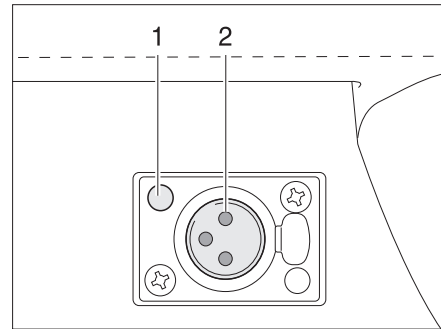

Fig. 108 Prise de courant enfichée
- Insérer la fiche située au pied de la lampe pour prise dans la prise de courant (Fig. 108,1) jusqu'à ce qu'elle se verrouille de manière audible. Ce faisant, veiller à la position des contacts (Fig. 108,2).